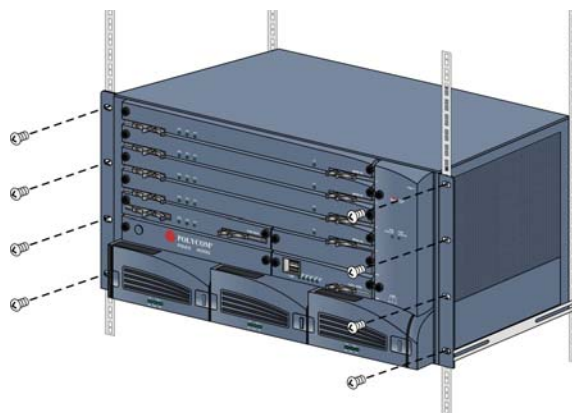

图 1-3 RMX 4000 机架安装
- 3 用 8 颗螺丝拧入 RMX 前部的孔中，将 RMX 固定在机架上，如图 1-3 所示。
- 4 用 8 颗螺丝拧入 RMX 前部的孔中，将 RMX 固定在机架上，如图 1-3 所示。